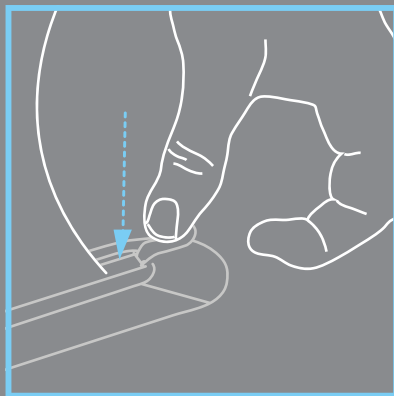

Abbildung 2
- Drücke das andere Ende der Finne fest nach unten und befestige sie, indem du die hintere Halterung nach unten drückst (**Abbildung 2**).